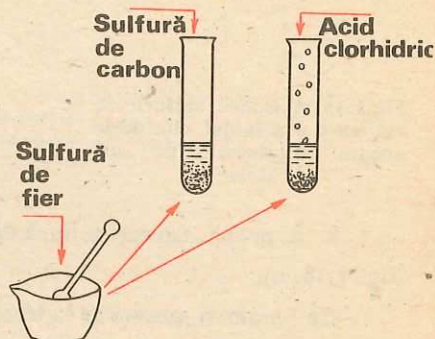

Fig. 1.20. Cercetarea proprietăților sulfurii de fier
b. Pisați sulfura de fier într-un mojar și tratați pulberea obținută în eprubete diferite cu sulfură de carbon și soluție de acid clorhidric (fig. 1.20).